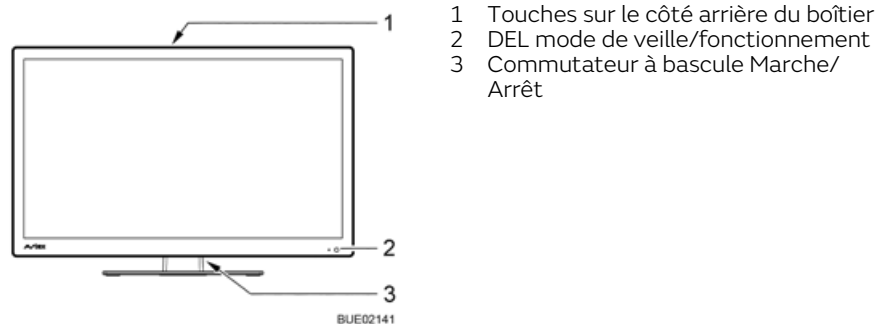
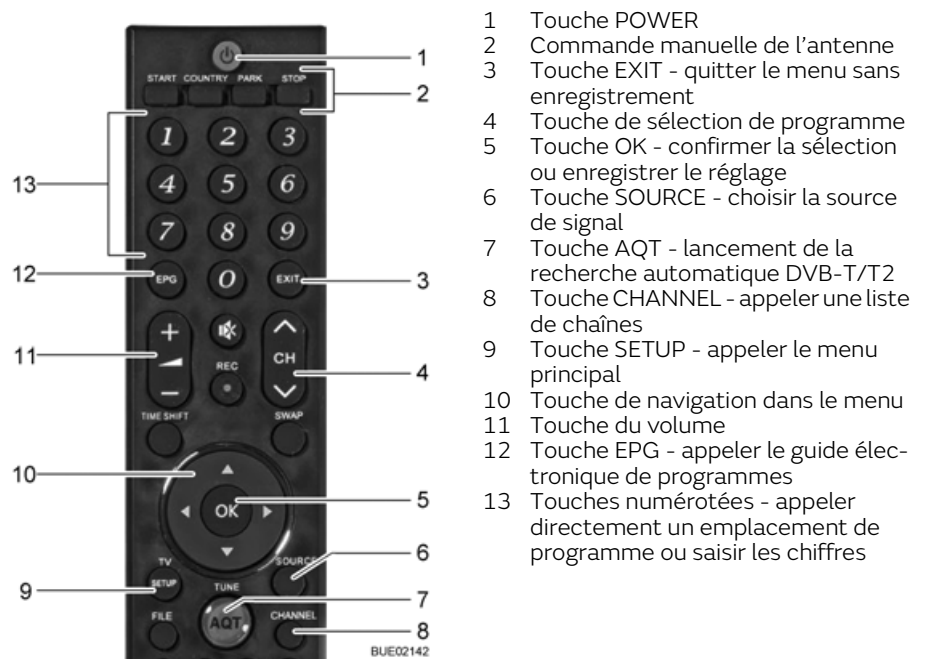

Fig. 55 Commande à l'écran plat
Fig. 56 Télécommande
- Positionner le commutateur à bascule (Fig. 55,3) en face arrière de l'écran plat sur MARCHE. Le système passe dans le mode de veille. La DEL (Fig. 55,2) s'allume en rouge.
- Appuyer sur la touche POWER (Fig. 56,1) de la télécommande. La DEL (Fig. 55,2) s'allume en bleu.
- Appuyer sur les touches de sélection de programme (Fig. 56,4 ou Fig. 56,13) jusqu'à ce que le programme de télévision désiré soit choisi.
- Appuyer sur la touche SOURCE (Fig. 56,6) jusqu'à ce que la source de signal désirée soit choisie.
- Appuyer sur la touche PARK (Fig. 56,2). L'antenne se met en position rangée.
- Appuyer sur la touche SOURCE (Fig. 56,6) jusqu'à ce que la source de signal désirée (telle que DVD) soit choisie.
- Appuyer sur la touche POWER (Fig. 56,1) de la télécommande. Le système passe dans le mode de veille. La DEL (Fig. 55,2) s'allume en rouge.
- Positionner le commutateur à bascule (Fig. 55,3) en face arrière de l'écran plat sur ARRÊT.